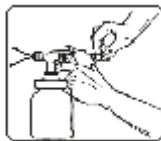

FIGURA 10.2 -
- 4.2 Antes de iniciar a pintura, teste a vazão de tinta em outra superfície, começando com o regulador da agulha **2** totalmente fechado. Aperte o gatilho e gire lentamente o regulador da agulha **2** até atingir o jato desejado (Figura 10.2).
2. Conserve a pistola sempre na posição vertical (Figura 10.2), caso contrário a camada do material aplicado será desigual.